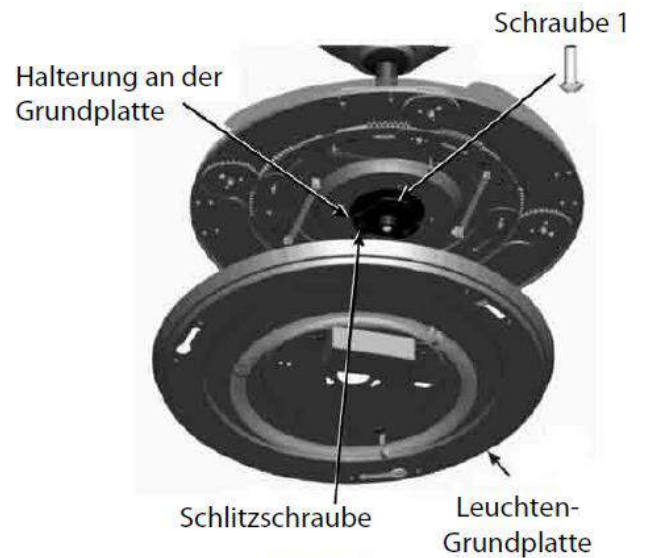

Abbildung 5
- 1) Die Schraube (1 – Abbildung 5) von der Halterung an der Grundplatte lockern. Die beiden Schlitzschrauben auf die besonders gekerbten Schlitze an der Leuchten-Grundplatte ausrichten.